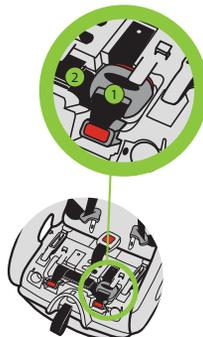

Figure 138
Insérez l'ajusteur du DUA (1) dans le renforcement carré se trouvant derrière le connecteur DUA, repliez l'excédent de la ceinture d'ancrage DUA (2) et insérez-le sous l'onglet, tel qu'illustré dans la **Figure 138**.